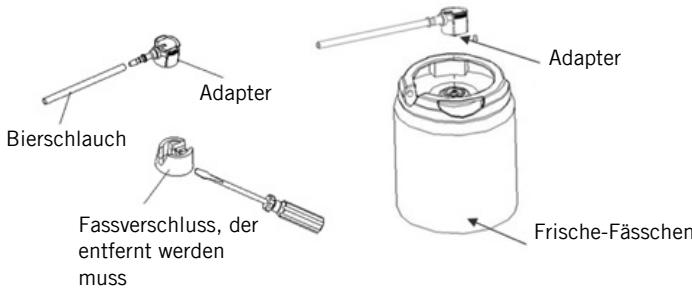

Abb.7a
- Entfernen Sie den Adapter des Bierfasses und entsorgen Sie diesen gemäß den vor Ort geltenden Vorschriften (Abb. 7a).